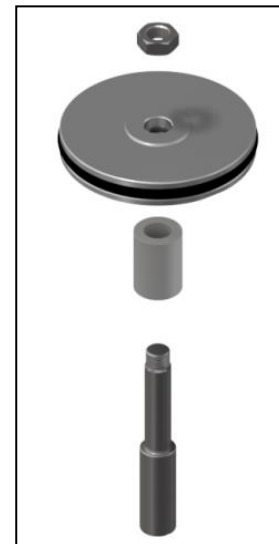

Figura 12
**3º**- Retire o conjunto do êmbolo figura-12 da torre do atuador, ao remover a camisa o êmbolo pode sair junto em seu interior, caso ocorra, o retire segurando pela haste o puxando para fora.